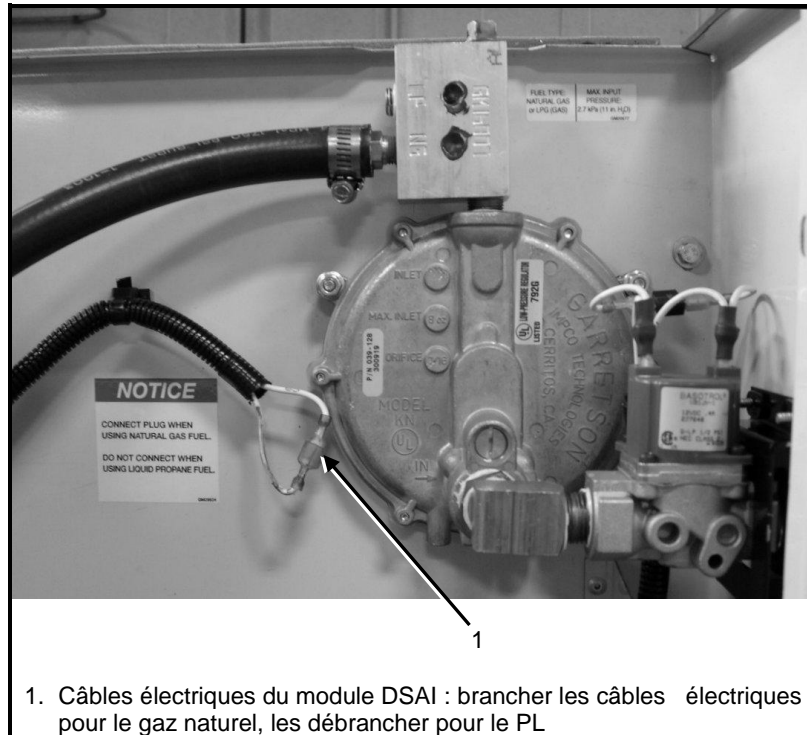

Figure 2.21 : Câbles électriques du module évolué DSAI (Digital Spark Advance Ignition), situés dans la zone d'admission d'air du groupe électrogène
11. Pour les modèles RES 13 EC et RES 12 TEC uniquement : brancher tous les câbles électriques du module d'avance DSAI (Digital Spark Advance Ignition) pour le gaz naturel. (Débrancher les câbles électriques pour le PL). Voir la figure 2.21.
Pour convertir le groupe électrogène du PL vers le gaz naturel, appliquer la même procédure, en introduisant le raccord d'alimentation de l'orifice du PL dans l'orifice du gaz naturel. Sur les modèles RES 13 EC et RES 12 TEC, débrancher les câbles électriques du module DSAI en mode PL. Voir la figure 2.21.